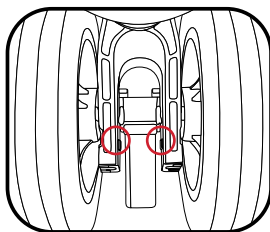

Fig 3
3. Det finns två små metallrattar på vardera sidan av huset som används för att justera hjulet (fig. 3)